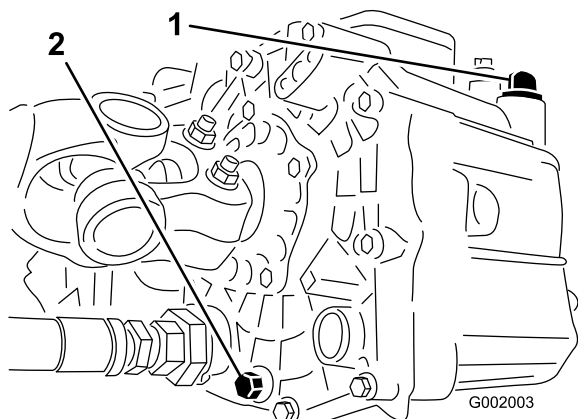

図 68
- 油圧オイル・タンクの側面にあるドレン・バルブをゆるめ、流れ出すオイルを容器に受ける(図 68)。